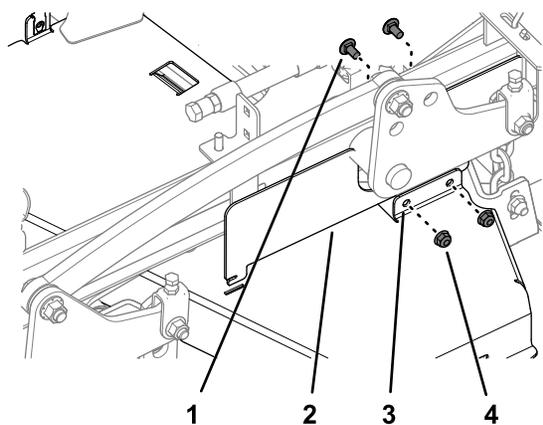

図 43
2. 左側 CE カバーを左側ベルトカバーに取り付ける 図 43 左側ベルトカバーの取り外し \(ページ 26\) で取り外したキャリッジボルト2本とロックナット2個を使用する。